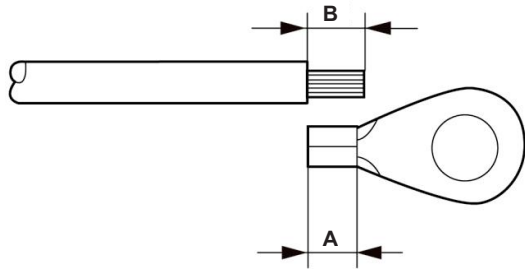

Figure 5.7 Longueur appropriée
3. Dénudez le câble de mise à la terre sur la longueur appropriée (voir figure 5.7).